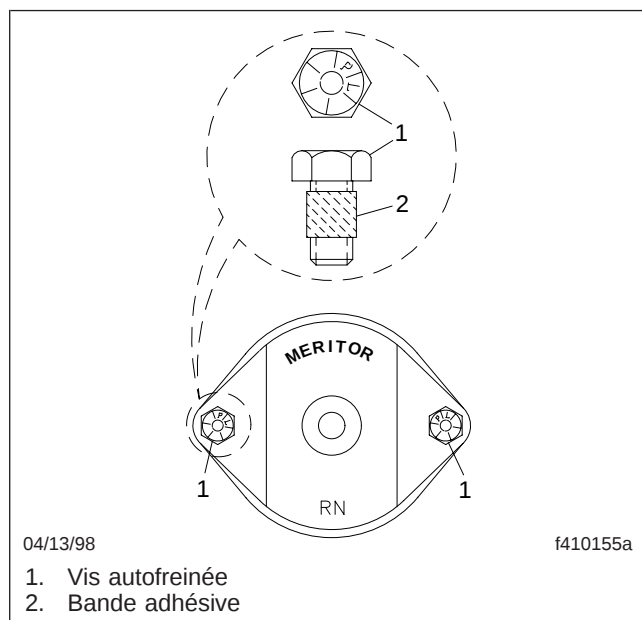

Fig. 3, Pièces de fixation de joint universel Meritor fourches circulaires
Fourches circulaires avec cuvettes de roulement (figure 3)	43 (58)